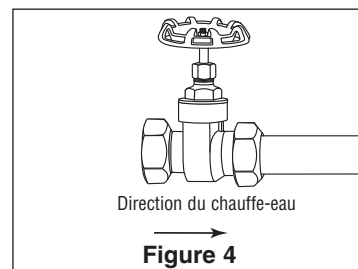

Figure 4
4. Fixer le robinet-vanne à l'arrivée de la canalisation d'alimentation à l'aide du raccordement à compression. Bien resserrer l'écrou de serrage. (figure 4).